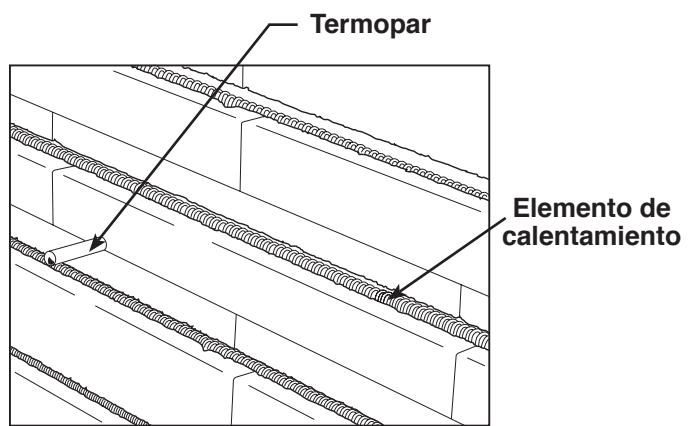

Figura 6
- Mantenga al DPF por lo menos a 2.54 cm (1 in.) de distancia del termopar (sensor de temperatura) y los elementos de calentamiento. Consulte la Figura 6.
ADVERTENCIA: Para evitar lesiones personales, verifique que el termopar (sensor de temperatura) esté en su lugar como se muestra en la Figura 6. Si el termopar ha retrocedido dentro de la pared de la cámara o ha sido dañado, la cámara se podría sobrecalentar, provocando un incendio.